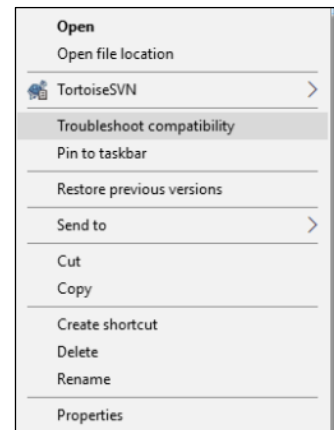

Fig. 2.9
- Haga clic con el botón derecho en el icono del programa GMPTools y seleccione **Troubleshoot compatibility** (Solucionar problemas de compatibilidad) (Fig. 2.9).